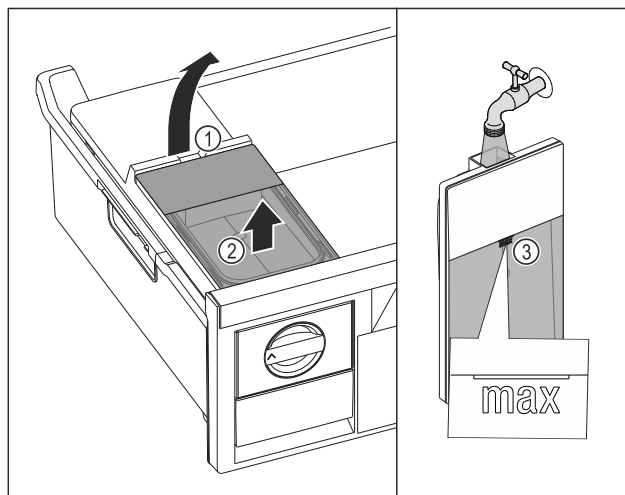

Fig. 129
- ▶ 从凹槽 Fig. 129 (1) 抬起水箱。
- ▶ 向上取出水箱。 Fig. 129 (2)
- ▶ 向水箱注入饮用水，直至标记 Fig. 129 (3)。